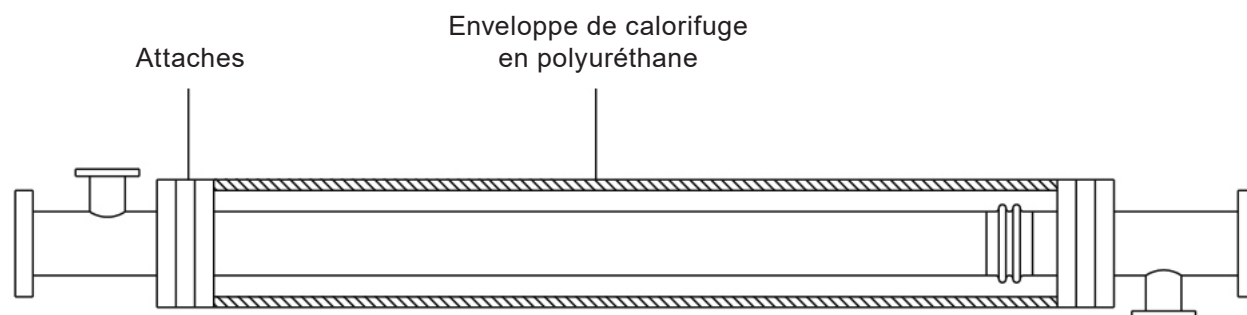

Fig. 11
**4.10** Afin de protéger le soufflet de dilatation des dommages externes et pour réduire les pertes thermiques, il est recommandé d'utiliser une enveloppe isolante en polyuréthane comme montré sur la Fig. 11.